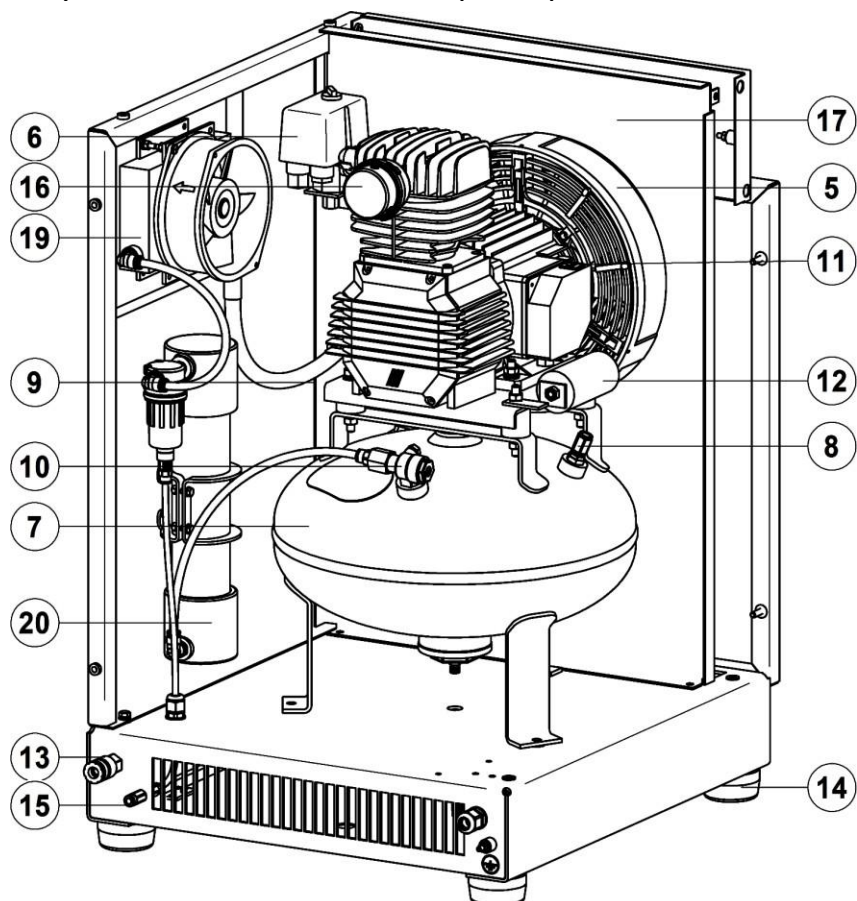

Рисунок 4 - Общий вид компрессора СБ4-16.GMS150KM
- Снимите крышку всасывающего фильтра 16 (рис. 4, 6), вывернув винт, при обслуживании компрессора с поршневым блоком VS204;